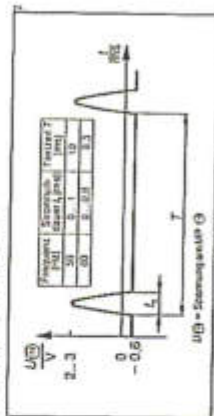

Abb. 10: Grenzwerte zur Vorstromeinsteilung
6. Die Stromlaufdauer muß mit den Angaben in Abb. 10 übereinstimmen: gegebenenfalls an Poti 103 ein- stellen.